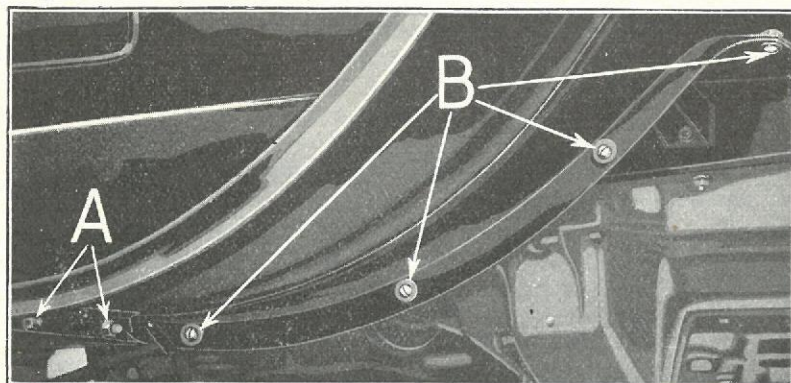

Fig. 534
- 1137** Udtag de to Bolte gennem Forskærm og Trinbrædt (Fig. 534-A).
- 1141** Sæt Underlagsskiver paa de fire Bolte, der gaar gennem Forskærm og Sideskærm, inden de sættes i (Fig. 534-B). Boltene sikres ved Hjælp af en Underlagsskive og Fjederskive, og Møtrikkerne sættes paa, men spændes ikke, før alle Bolte er sat i.
- 1142** Indsæt de to Bolte gennem Trinbrædt og Forskærm (Fig. 534-A). Paasæt Fjederskiver og skru Møtrikkerne paa, men spænd dem ikke til, før alle Bolte er sat i.
- 1168** *Aftagning:* Skru Møtrikkerne af de to Bolte (Fig. 534-A), der gaar gennem Forskærm og Trinbrædt, og tag Boltene ud.
- 1174** Indsæt de to Bolte (Fig. 534-A), der holder Forskærmen til Trinbrættet, forsyn dem med Fjederskiver og træk Møtrikkerne fast til.
- 1180** Skru Møtrikkerne af de fire Bolte (Fig. 534-B), der holder Forskærmen til Sidestænskærmen, og udtag Boltene.
- 1189** Indsæt de fire Bolte gennem Forskærmen og Sidestænksskærmen (Fig. 534-B) og anbring ligeledes her Underlagsskiver under Boltehovederne og Fjederskiver under Møtrikkerne og træk derpaa Møtrikkerne fast til.